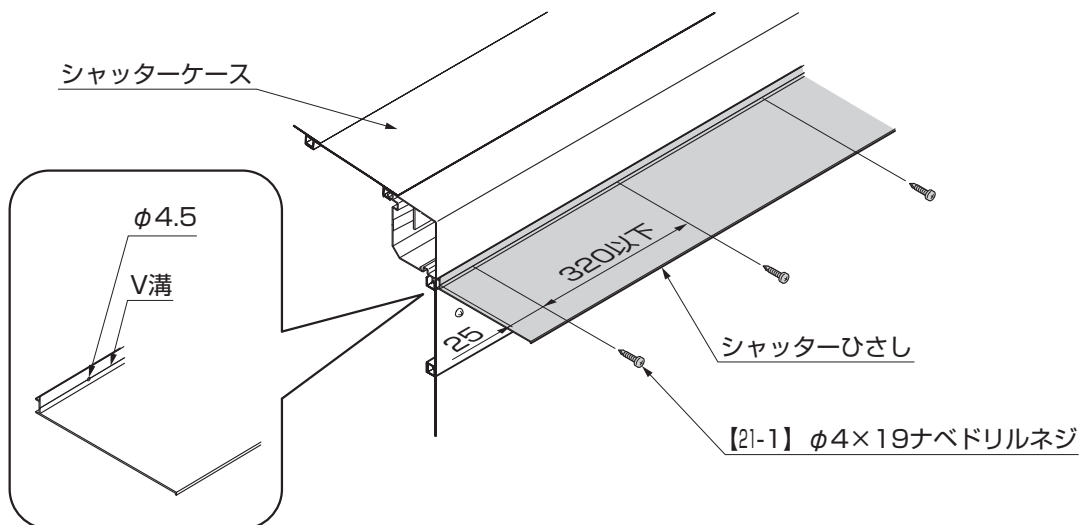

図4-1
- ①シャッターケースに合わせてシャッターひさしを切断してください。
- ②シャッターひさしのV溝に合わせてφ4.5の穴加工をしてください。（図4-1参照）
- ③シャッターひさしをシャッターケースに【21-1】で取付けてください。（図4-1参照）